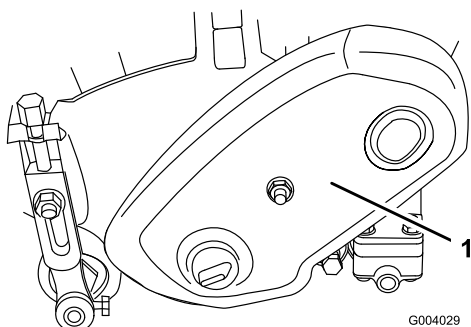

Figure 30
1. Retirez les fixations du couvercle de la courroie et déposez le couvercle pour exposer la courroie (Figure 30).